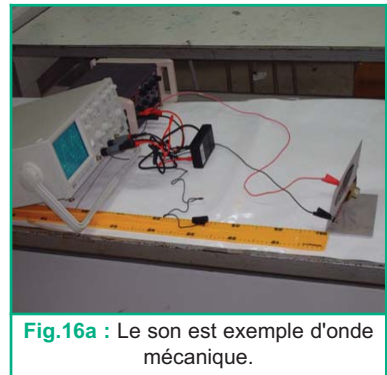

Fig.16a : Le son est exemple d'onde mécanique.
A proximité d'un haut-parleur alimenté par un générateur BF, on place un microphone (M) très sensible. On relie les bornes du haut-parleur et du microphone respectivement aux voies  $Y_1$  et  $Y_2$  d'un oscilloscope bicourbe (Fig.16a). En utilisant la voie  $Y_1$  seule, on obtient l'oscillogramme ( $C_1$ ) traduisant les vibrations sinusoidales de la membrane du haut-parleur avec la fréquence  $N$  imposée par le générateur B.F.